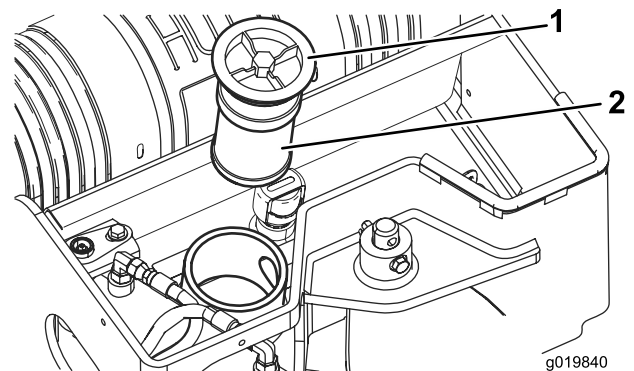

Bild 60
5. Entfernen und entsorgen Sie alten Filter (Bild 60).
6. Setzen Sie den Ersatzhydraulikfilter und den Deckel (Bild 60) ein und ziehen Sie die Schraube oben mit 21-25 Nm an.
6. Entfernen Sie den Deckel des Hydraulikbehälters und den Filter (Bild 60).